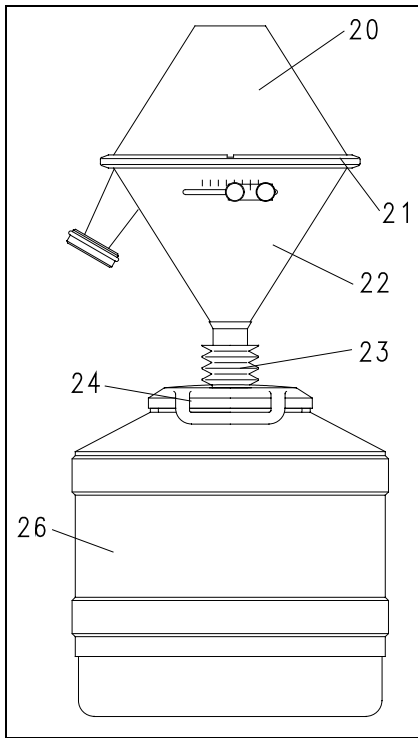

Fig.5
- Le cône inférieur **22** est fixé sur le cône supérieur au moyen du collier **21**, qui est indissociablement lié au cône inférieur. **Fig.5**
- Relier le couvercle **24** au récipient collecteur. **Fig.5**